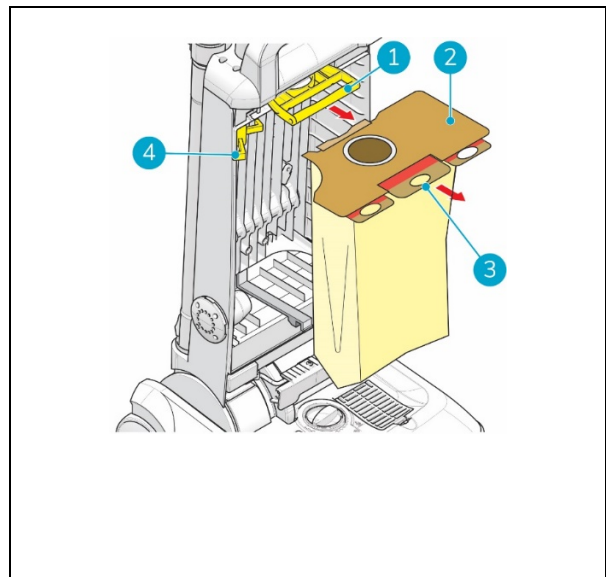

Figure 12
3. Tirez sur la poignée (Figure 12, pos. 1) jusqu'à ce qu'elle se bloque.
4. Faites pivoter la petite poignée sur le côté (Figure 12, pos. 4) pour pousser le sac à poussière vers l'extérieur.
5. Tirez sur la languette en carton (Figure 12, pos. 3) pour sceller le sac à poussière.
6. Retirez l'ancien sac à poussière (Figure 12, pos. 2).